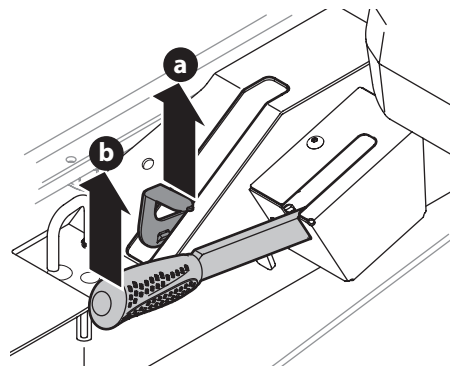

Fig. 2
2. Active las v  lvulas de derivaci  n de las transmisiones tirando de la palanca de derivaci  n (a) hacia afuera y luego hacia arriba y otra vez todo para atr  s (Fig. 2).
4. Para soltar la palanca de derivaci  n (a), empuje la palanca hacia adelante (Fig. 2).
5. Para activar el freno de mano, tire hacia atr  s completamente de la palanca del freno de mano (b) (Fig. 2).